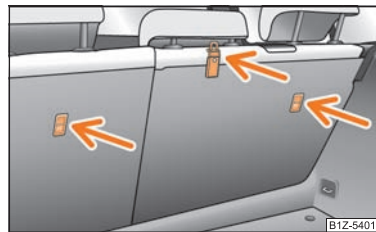

Abb. 150 Rücksitz: Top Tether
In einigen Ländern erfordern die nationalen gesetzlichen Bestimmungen die Ausstattung der hinteren Sitze mit Befestigungsösen für Kindersitze mit dem „Top Tether“-System → Abb. 150.
- Befestigen Sie die Kindersitze mit dem „Top Tether“-System nur an den dafür vorgesehenen Stellen → Seite 162, Abb. 150.